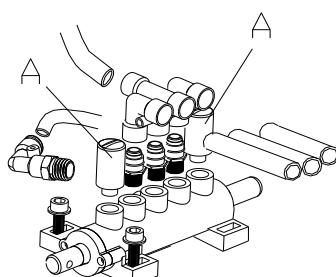

Fig. 18
- Desserrez le silencieux de la valve (A) sur la pédale d'ouverture/fermeture des mâchoires et de la pelle du décolle-talon (fig. 18).